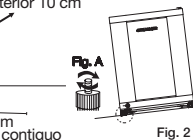

Fig. 2
- Gire las patas ajustables delanteras (izquierda y derecha) para nivelar el refrigerador Ver Fig. 2.